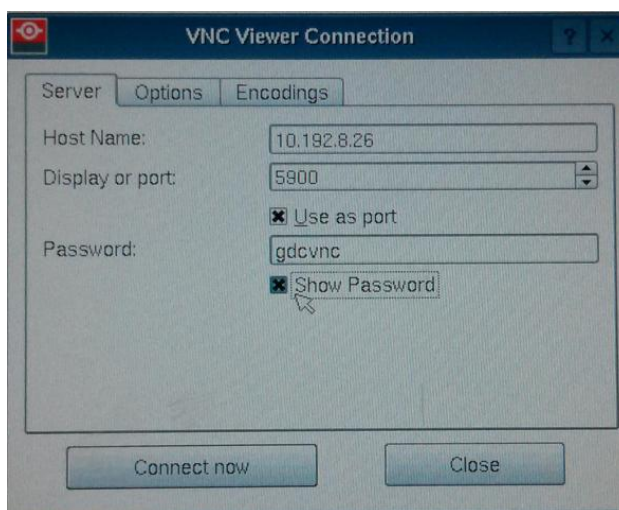

图 40 设置巴可触摸屏[VNC Viewer Connection].
2. 输入 SX-3000 SOM IP 地址到主机名称(Host Name), 余下的设置如下(如图 40 所示):